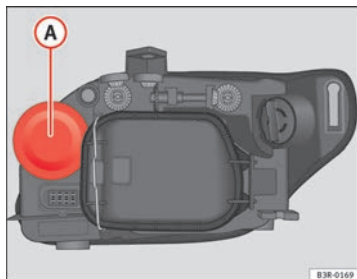

Fig. 208 Luz de carretera
- Retire la tapa de goma **A** ⇒ fig. 208 tirando de ella.